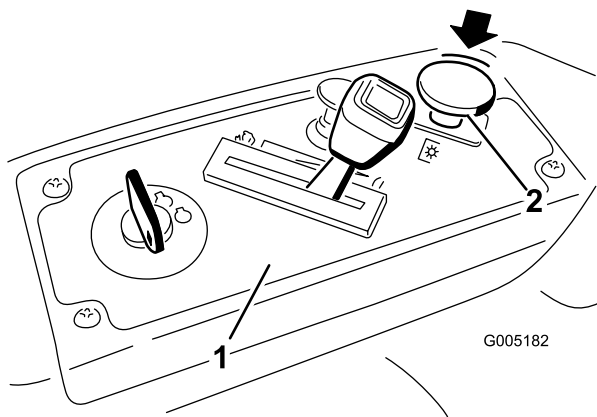

Figura 11
- Desengrane las cuchillas moviendo el mando de control de las cuchillas a Desengranado (Figura 11)
3. Gire la llave de contacto a la posición Desconectado (Figura 11) y retire la llave.